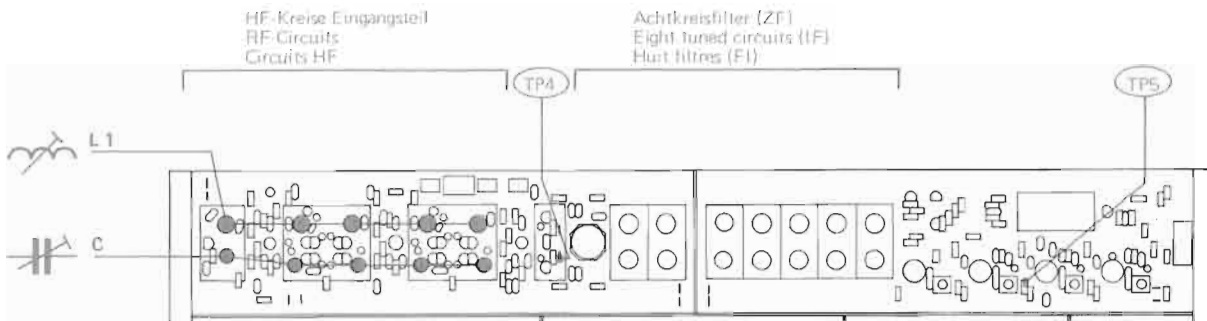

Fig. 4.6.-2
* 4.6.1. (Fig. 4.6.-1)
4.6.1. (fig. 4.6.-1)